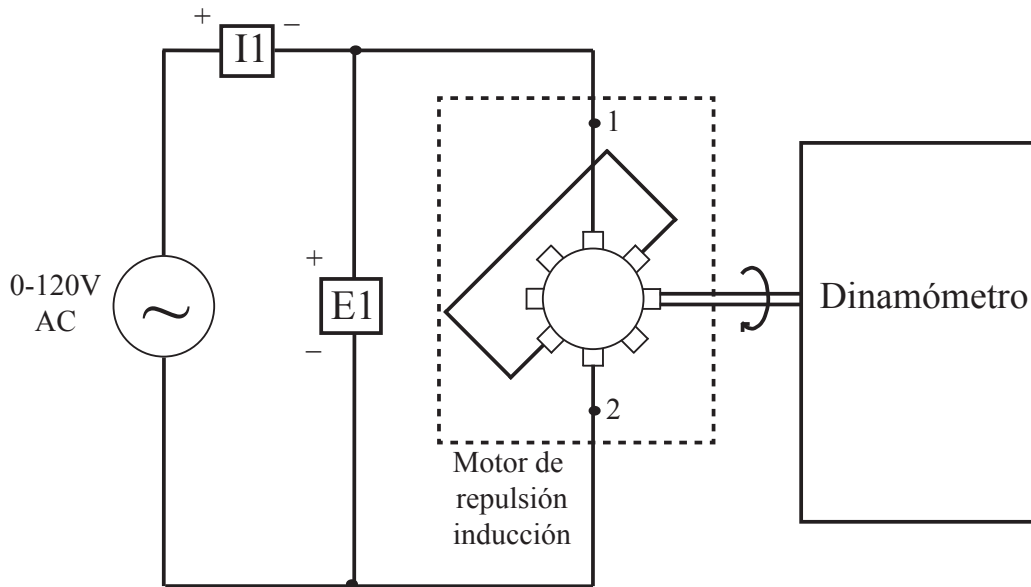

Figura 11: Motor de repulsión/inducción
30. Utilizando el modulo de motor de repulsión/inducción, montar el circuito de la figura 11 siguiendo las recomendaciones proporcionadas al principio del procedimiento.
31. Abrir la herramienta aparatos de medición del LVDAM-EMS. Habilitar los siguientes medidores: E1 e I1 en modo CA, medidor de potencia PQS1 en modo P, medidor de torque T y potencia mecánica Pm en modo corregido (C).